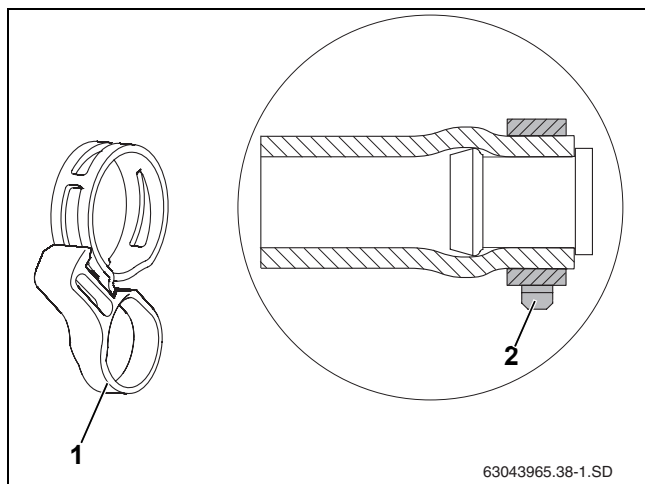

Fig. 32 Bridă cu bandă elastică și inel de protecție, montată pe dopurile oarbe premontate
- Brida cu bandă elastică trebuie poziționată corect obligatoriu înainte de tragerea inelului de protecție (Fig. 32, [1] și [2]). Desfacerea ulterioară cu cleștele poate influența negativ forța de pretensionare.